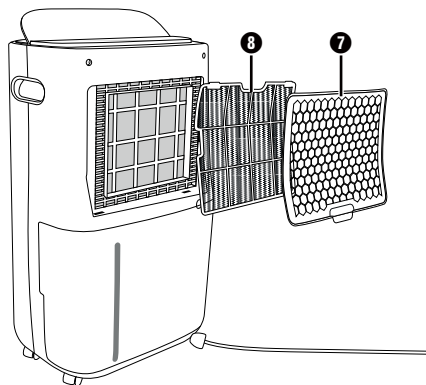

Fig. 6
- ◆ Monteringen foretages i omvendt rækkefølge (se fig. 6). Sæt først luftfilteret **8** under de to øverste holdefremspring på luftindgangsgitteret **7** og derefter under de nederste.